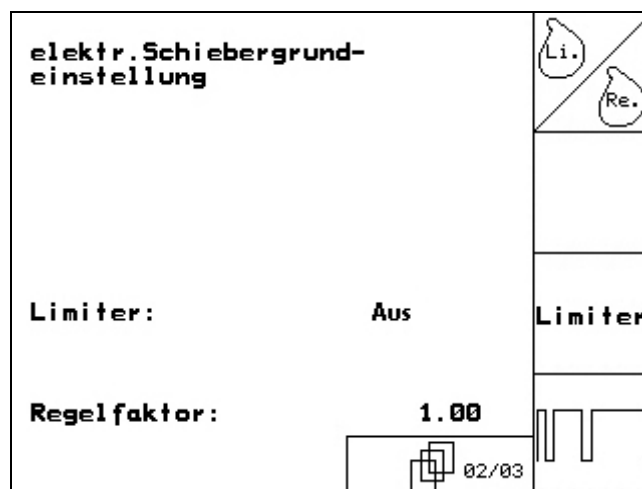

Fig. 49
-  Side 2  Grunndata (Fig. 49):